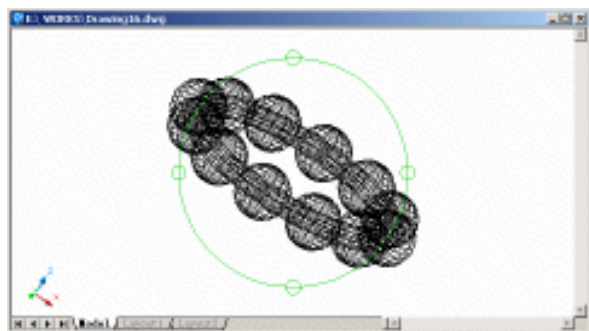

图 16.9 旋转珠环
(8) 先关闭 Grid 和 Snap 功能，再选择【View】|【3D Orbit】命令，然后就可以自由旋转珠环，如图 16.9 所示。